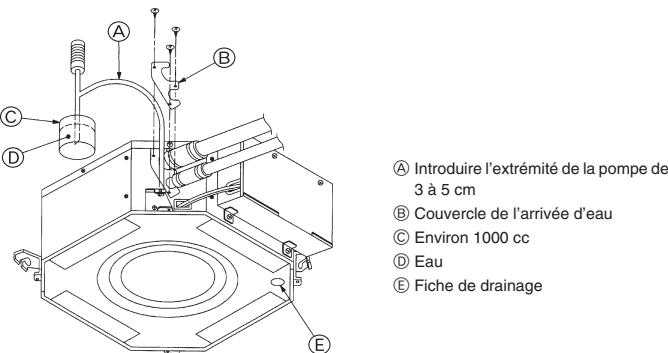

Fig. 6-2
6.1. Vérification de l'écoulement (Fig. 6-2)